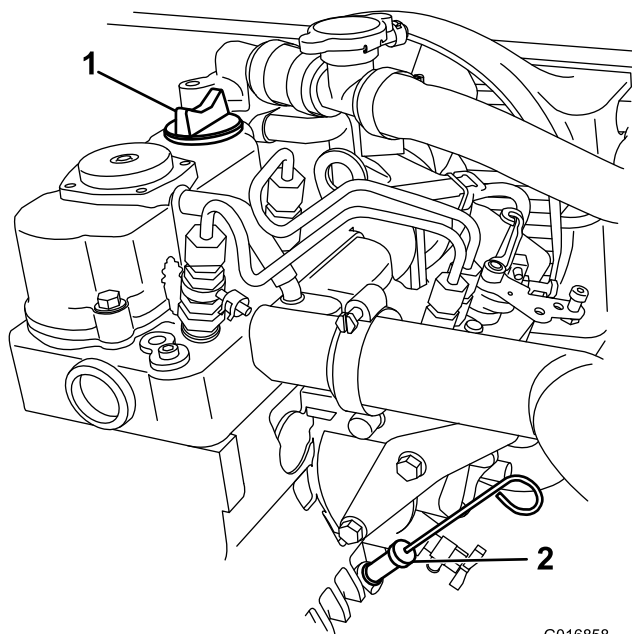

Figure 36
8. Nettoyez la surface autour de la jauge d'huile et du bouchon de remplissage, puis sortez la jauge d'huile (Figure 36).